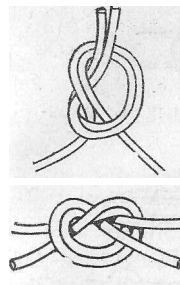

Рис. 63. Водный узел.
*Водный узел* (рис. 63). Применяется для связывания тонких снастей, рыболовных лес и тому подобного. Он состоит из единственного простого узла, через петлю которого оба конца проводятся в любом направлении. Его можно завязывать на основе двойного простого узла или узла восьмеркой. Выполненный таким образом узел является самым надежным для завязывания скользких лес из полимеров. Узел завязывают сначала одним концом, другой конец вводят в противоположном направлении и завязывают параллельно первому.